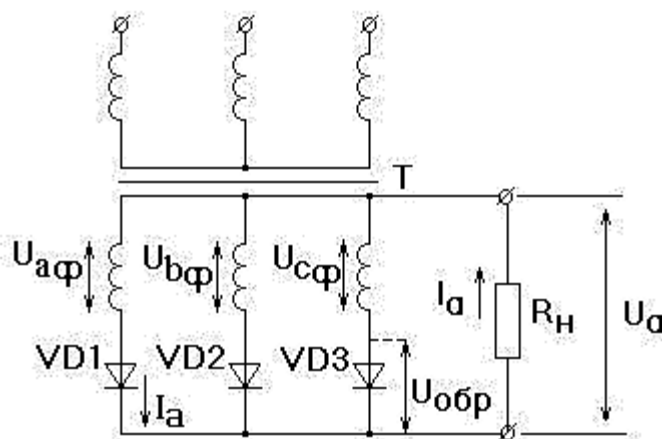

Рис. 1.1. Трехфазный выпрямитель с нулевой точкой
1. Рисуем схему трехфазного выпрямителя с нулевой точкой (рисунок 1.1).